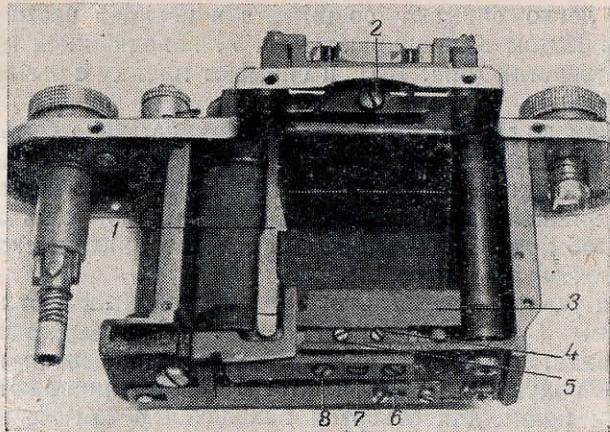
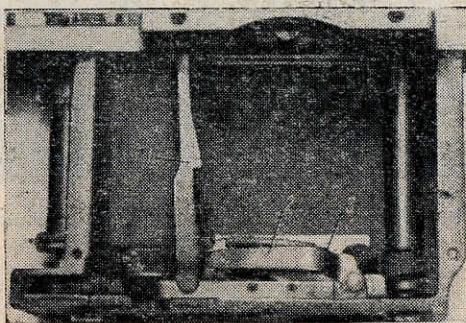
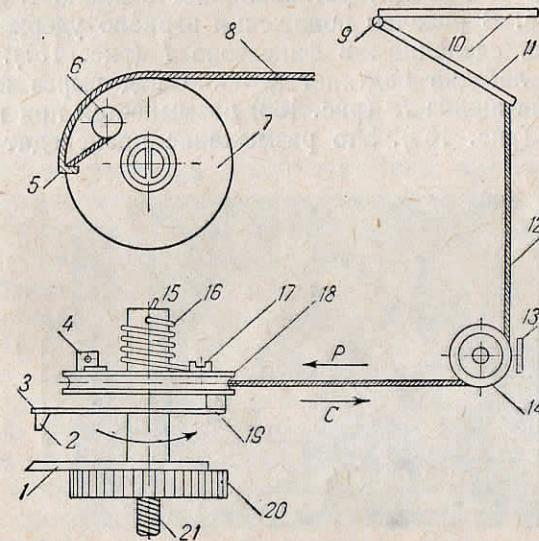
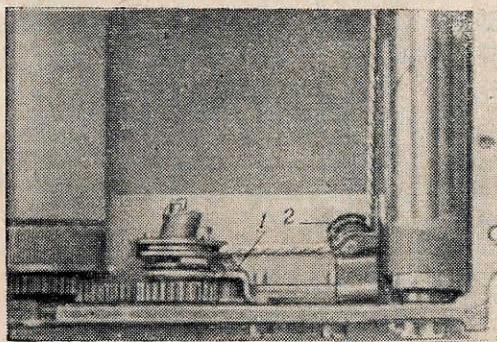

Рис. 157. Система установки зеркала
Рис. 158. Удаление рычагов из внутренней части камеры
Рис. 168. Схема устройства лебедки для перемещения зеркала
Рис. 169. Уступ размыкания лебедок
низма, где фиксирующий крючок и шнурок устанавливают зеркало в рабочее положение. Сначала вывинчивают винт 2 (рис. 157) на раме подушки, зажимающей накладку для навеса крючка и его регулировки. Затем, вывинтив два винта — 5 и 4, удаляют накладку 3. Снизу на основании камеры вывинчивают два винта — 6 и 8, — которые крепят планку качающегося рычага, предназначенного для отвода фиксатора зеркала. Далее снимают фиксатор зеркала 1. Отделив пружину в точке 3 (рис. 158),
рычаг легко снимают со штифта в верхней части фиксатора. Потом вывинчивают винт 7, находящийся между двух отверстий (рис. 157), и снимают планку с рычагом 2 (рис. 158).
**Действие механизма лебедки** (рис. 168). Зеркало 11, укрепленное на шарнире 9 при помощи спиральной пружины, находящейся в сочетании с шарниром, притя-
в направлении, указанном стрелкой *P*. Чтобы движению придать правильное направление, его отвели в сторону и поместили на вспомогательный шкивок *14* так, что канатик имеет три опорные точки: одну на главном шкивке, вторую на маленьком вспомогательном шкивке и третью у зеркала. При заводе затвора шкивок *18* натягивает канатик и тем самым устанавливает зеркало в рабочее положение. В рабочем положении зеркало удерживается на вырезе, сделанном в фиксаторе *1* (рис. 157). После того как лебедка подтянет зеркало под вырез крючка, пружинная шайба *19* (рис. 168) размыкается при помощи уступа *1* (рис. 169). Это размыкание происходит благо-
даря тому, что пружинная шайба, прокручиваясь, попадает концом пластиночки *3* (рис. 168) на уступ подъема *1* (рис. 169), отгибается и сбрасывается с пластиинки *1* (рис. 168), размыкая систему натяжения канатика.
**Заедание канатика** происходит чаще всего от загрязнения и перекоса вспомогательного шкивка *2* (рис. 169). Для устранения этой неисправности камеру разбирают, снимают со шкивка канатик и проверяют легкость вращения шкивка. Если окажется, что шкивок с трудом прокручивается, находят место заедания и устраняют неисправность путем отгиба кронштейна или маленькой планочки, находящейся у окружности маховичка. Отгибать следует осторожно и только в том случае, если это необходимо. В случае, если маховичок и после этого исправления будет останавливаться в момент движения канатика, полезно немного смазать ось маховичка. Делать это надо осторожно, так, чтобы смазка не попала в углубление шкивка, по которому движется канатик.
**Канатик поврежден или изношен.** В этом случае его заменяют новым. Для этого берется капроновый шнурок, обязательно такой же толщины. Камера разбирается так, чтобы был свободным доступ к лебедке. В первую очередь необходимо снять маховичок, на котором находится пружина и крепится канатик. Для этого вынимают конец пружины из отверстия, находящегося в верхней части оси лебедки. Затем отверткой через окно, где крепится подушка, вывинчивают ось лебедки. Перед этим необходимо запомнить точное положение лебедки при заведенном и спущенном затворе. Вывернув ось, вынимают из камеры всю лебедку. Для присоединения канатика к маховичку необходимо вывинтить наполовину винт *4*, который находится на шкивке *18* (см. рис. 168). Конец канатика надо обвести вокруг винта и закрепить винтом. Затем канатик вводят в прорезь *5* и укладывают в желобок маховичка. Часть канатика от винта до же-
лобка жирно смазывается kleem «БФ-2». После установки маховичка на место устанавливают шестеренку 20. Для этого заводят затвор и укладывают шестеренку так, чтобы ее пластинка 1 (рис. 168) была посередине сбрасывающего уступа 1 (рис. 169). Точное ее положение следует запомнить при разборке. Затем через отверстие шестеренки в свое нарезное отверстие вставляется ось и накрепко затягивается отверткой. Конец пружины устанавливается на прежнее место и отгибается в сторону. Чтобы пружина имела натяжение, делают один оборот маховичка в противоположную сторону от вращения при заводе затвора. При этом необходимо концом тонкой иглы приподнимать пружинную шайбу, чтобы уступ 2 не зацепился за кронштейн, который ее сбрасывает.
Полное натяжение пружины удобнее всего осуществлять после того, как второй конец канатика будет вставлен в ушко оправы зеркала. Для этого берут конец канатика длиной в 15—20 см. Капроновый канатик очень ворсист и его трудно вставить в ушко отверстия на зеркале. Чтобы облегчить эту работу, кончик канатика подогревают над пламенем спички и быстро заостряют конец, покручивая его между пальцев. При этом кончик получается острый и легко входит в отверстие. Вставленный канатик укладывают на вспомогательный ролик 14 (рис. 168) и слегка натягивают, раскручивая маховичок 18 до его исходного положения.